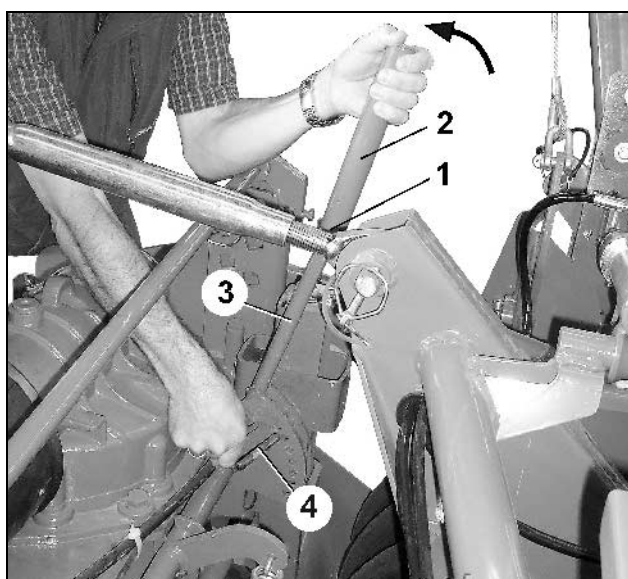

Fig. 94
- Aflojar pasador clavija (Fig. 94/1)
- Quitar prolongación (Fig. 94/2) de la palanca (Fig. 94/3)
- Girar la prolongación de palanca y fijarla con pasador clavija a la palanca (Fig. 94).
- Pasando pernos (Fig. 94/4) en el grupo de agujeros, ajustar la altura deseada del travesaño de nivelación.